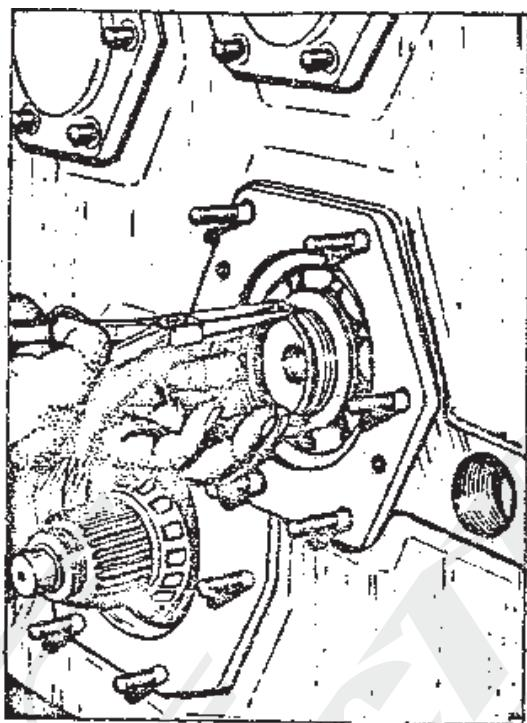

Рис. 2-52. Установка на валик установочного кольца 60 з.
9. Одеть на валик I установочное кольцо 60 г /поз. 33/ /рис. 2-52/.
10. Одеть на валик пружинное установочное кольцо 602 как на рис. 2-52.